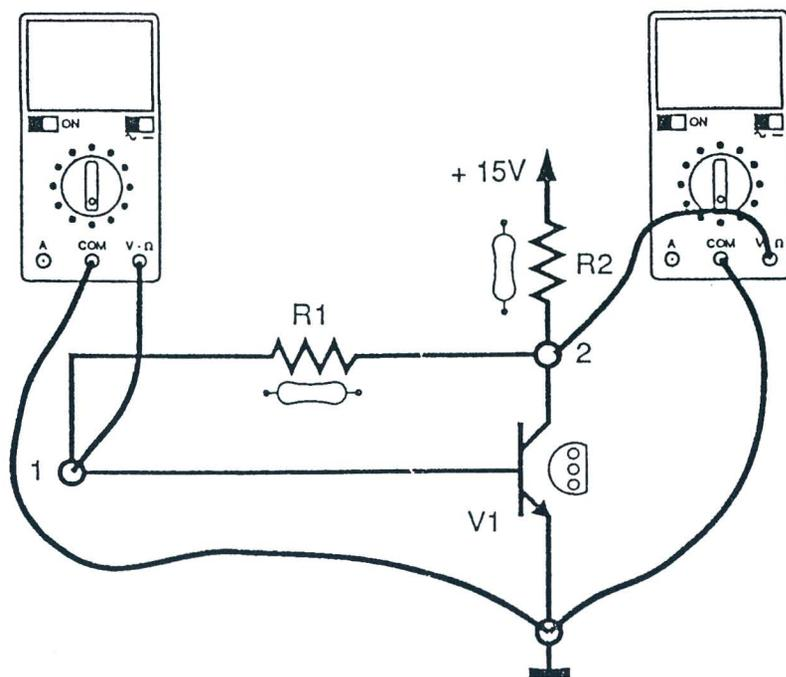

Fig. 7.2
6. Conectar los multímetros como se muestra en la Fig. 7.2;